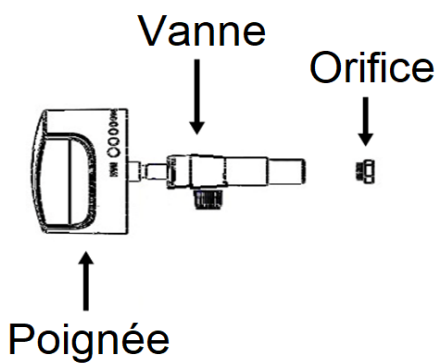

Fig. 1
1. Retirez tous les orifices des brûleurs au propane et installez les orifices des brûleurs naturels fournis (Fig. 1).